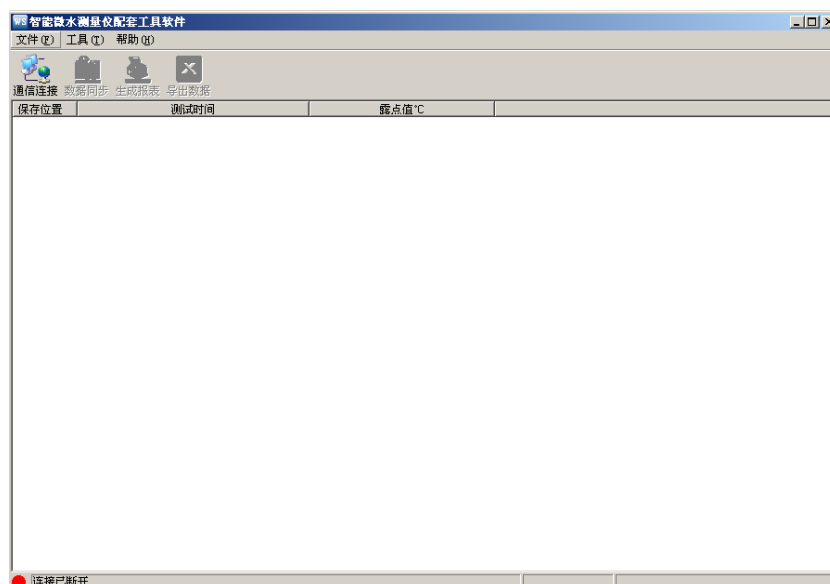

图 26 连接已断开
(9)断开连接后，列表清空，状态栏对应图标变成红色，状态栏提示显示为“连接已断开”，如图 26 所示。